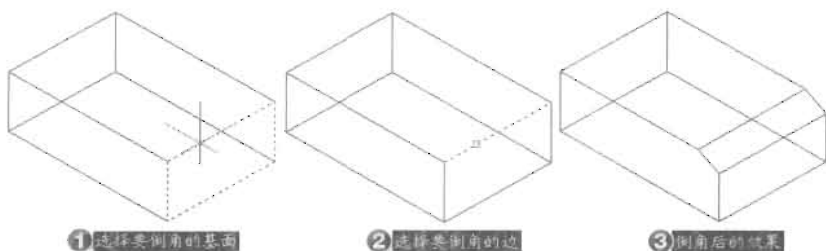

图 14-94
(2) 单击“修改”工具栏中的“倒角”按钮, 对长方体进行倒角, 操作过程如图 14-94 所示, 命令执行过程如下。